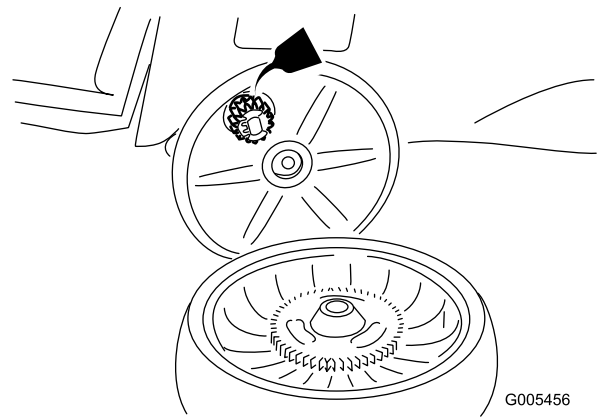

Bild 26
2. Tragen Sie ein Schmieröl am Getriebe auf, siehe Bild 26.